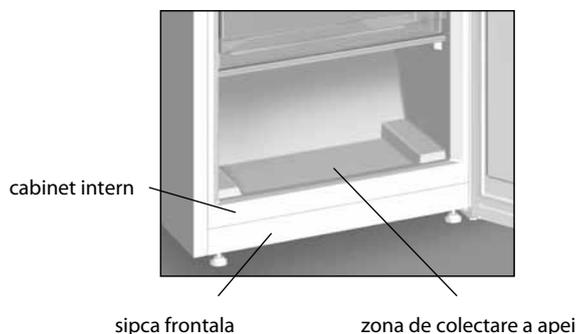

Figura 6 – Colectarea apei topite
4.1 La dezghetarea congelatorului, apa dezghetata trebuie indepartata din zona de colectare in conformitate cu figura 6, cu un material ce usor absoarbe umezeala, pe masura ce se dezgheata capacul de zapada. Apoi spalati congelatorul si stergeti-l uscat.